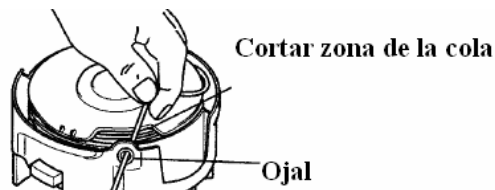

Fig. 25
7. Inserte la línea a través de cada ojete en el cabezal central. (Fig 25) Enderece las líneas.